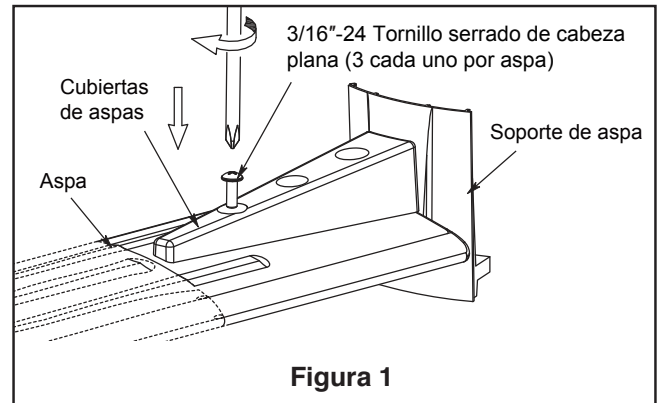

Figura 1
1. Apoye el lado liso del soporte de aspas sobre una superficie plana, con la parte interior del soporte mirando hacia arriba. Este es el lado que tiene los pilotes roscados y la base inclinada. Coloque las aspas sobre sus soportes con los postes roscados que se muestran. Asegúrese de que el borde inferior del asa esté completamente asentado sobre el brazo del asa. Coloque la cubierta del soporte de aspas sobre el asa, y alinee los orificios sobre los pilotes roscados. Con un destornillador Phillips, enrosque ambos tornillos en los pilotes pero no los ajuste por completo. Antes de ajustarlos por completo, alinee la línea central del soporte de aspas con el centro del extremo del asa. Ajuste ambos tornillos para asegurar el asa. (Figura 1)
1. Extraiga los seis tornillos del soporte ubicado en la parte inferior de la unidad del motor. Instale la unidad de la placa de luz en al soporte utilizando los tornillos retirados previamente. (Figura 1)